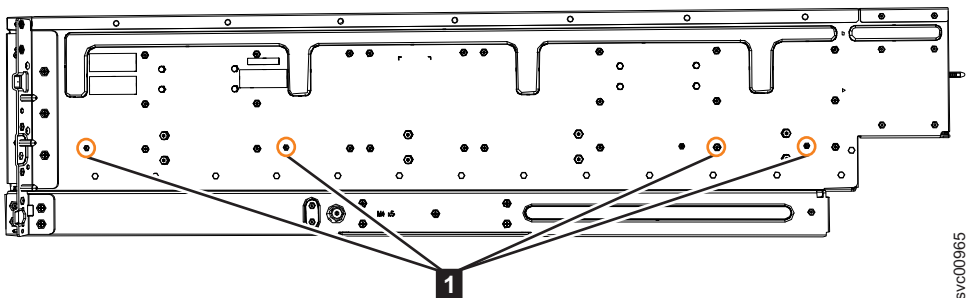

図 53. 内部レールをエンクロージャーに取り付けるねじの位置
4. 4 本の M4 ねじを使用して、内部レールをエンクロージャーの側面に取り付けます。67 ページの図 53 はねじの位置を示しています。